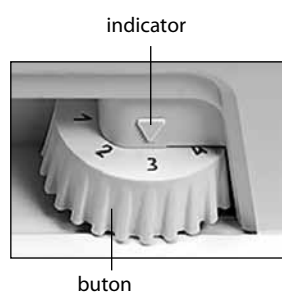

Figura 4 – Buton
La prima conectare se recomandă să efectuați următoarele: deschideți ușa și fixați butonul la diviziunea „3” sau „4” sub indicator în conformitate cu figura 4 și înterupătorul – la indicele „0”. Apoi închideți ușa congelatorului.
2.3.1 Reglarea temperaturii în congelator se efectuează cu ajutorul butonului în conformitate cu figura 4. În cazul dacă după ajustarea